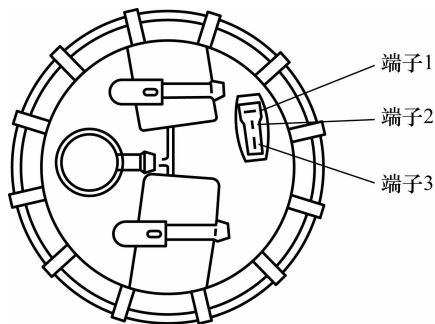

图 2-37 汽油泵线束插头
(4)如果汽油泵继电器良好,汽油泵仍然不工作,打开行李厢饰板,从密封凸缘拔下 3 个端子的导线插头。启动发动机,用万用表测量导线上端子 1 和端子 3 之间的电压,如图 2-37 所示。电压的额定值约为蓄电池的电压(12 V)。